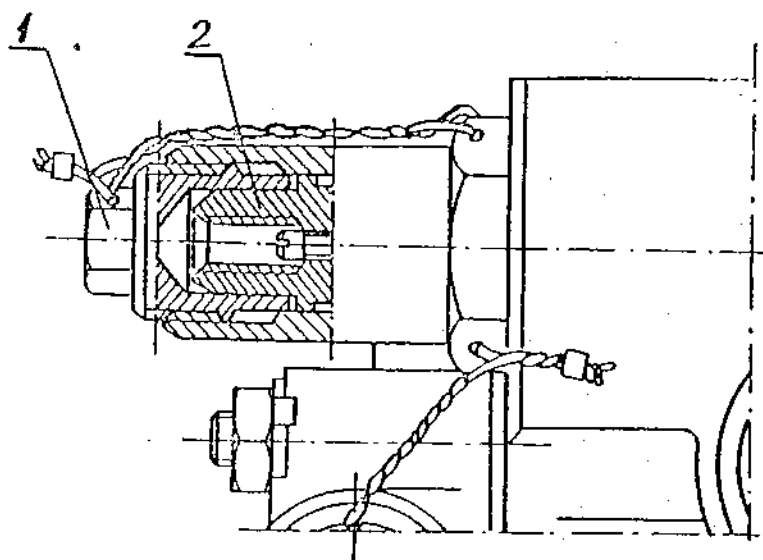

Рис. 9.4. Схема узла дроссельного пакета.
- 8.1. Регулировка производится подбором дроссельного пакета 2 в агрегате НР-40Т (НР-40ТА) рис. 9.4.
Для замены дроссельного пакета необходимо (см. рис. 9.4.):